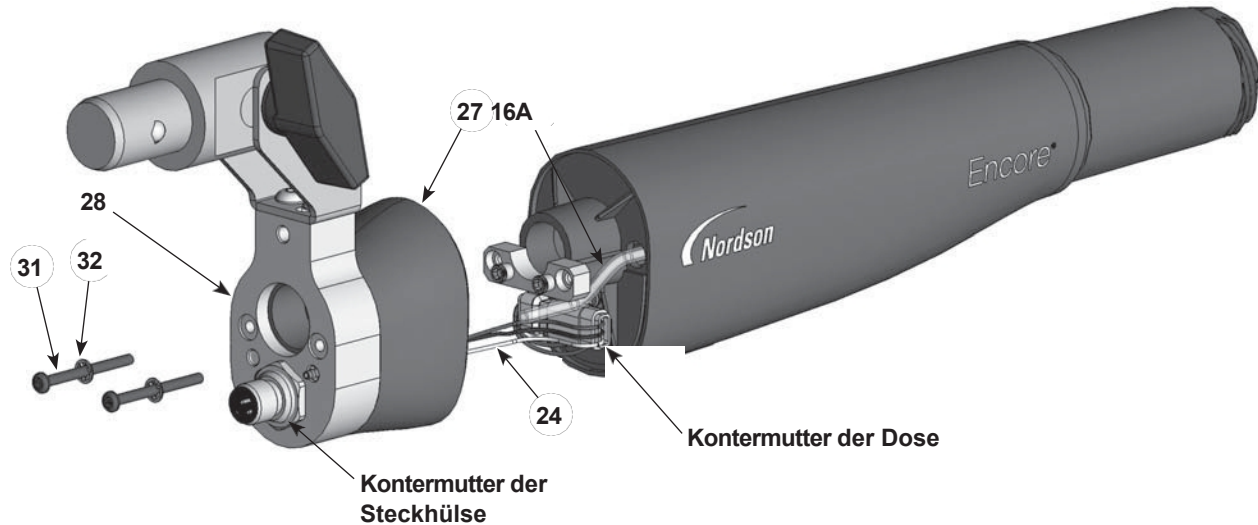

Abbildung 16 Demontage der Pistole - Austausch des Pulverrohrs
3. Siehe Abbildung 16. Die beiden Kreuzschlitzschrauben (31) und innenverzahnten Sicherungsscheiben (32) von der Endkappe (28) abschrauben und entfernen.
- c. Siehe Abbildung 16. Schrauben Sie die Sicherungsmutter von der Steckdose ab und entfernen Sie dann die Steckdose und den Kabelbaum von der Endkappe.
17. Siehe Abbildung 16. Die Endkappe und die hintere Pistolenbaugruppe am Pistolenkörper anbringen und dabei darauf achten, dass die Kabelbäume nicht eingeklemmt werden.